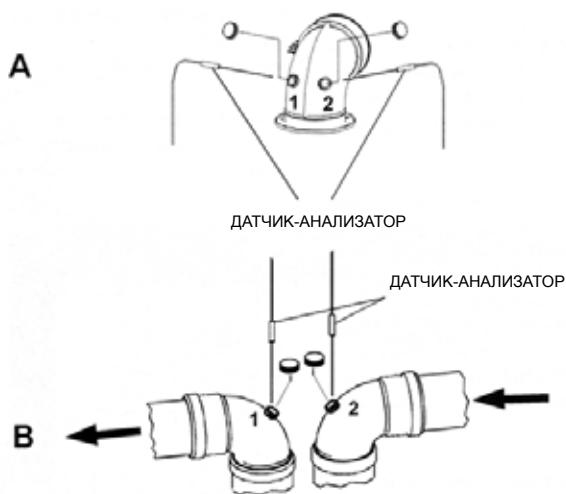

Рис. 20 Примеры мест для контроля дымовых газов
- измерить температуру воздуха для горения через отверстие 1 (см. см. (A) Рис. 20 Примеры мест для контроля дымовых газов для котлов с герметичной камерой сгорания, укомплектованных трубами со специальными отверстиями).
- измерить температуру дымовых газов и содержание CO₂ через отверстие 2 (см. см. (A) Рис. 20 Примеры мест для контроля дымовых газов для котлов с герметичной камерой сгорания, укомплектованных трубами со специальными отверстиями).
- измерить температуру воздуха для горения через отверстие 2 (см. см. (B) Рис. 20 Примеры мест для контроля дымовых газов для котлов с герметичной камерой сгорания, укомплектованных трубами со специальными отверстиями).
- измерить температуру дымовых газов и содержание CO₂ через отверстие 1 (см. см. (B) Рис. 20 Примеры мест для контроля дымовых газов для котлов с герметичной камерой сгорания, укомплектованных трубами со специальными отверстиями).